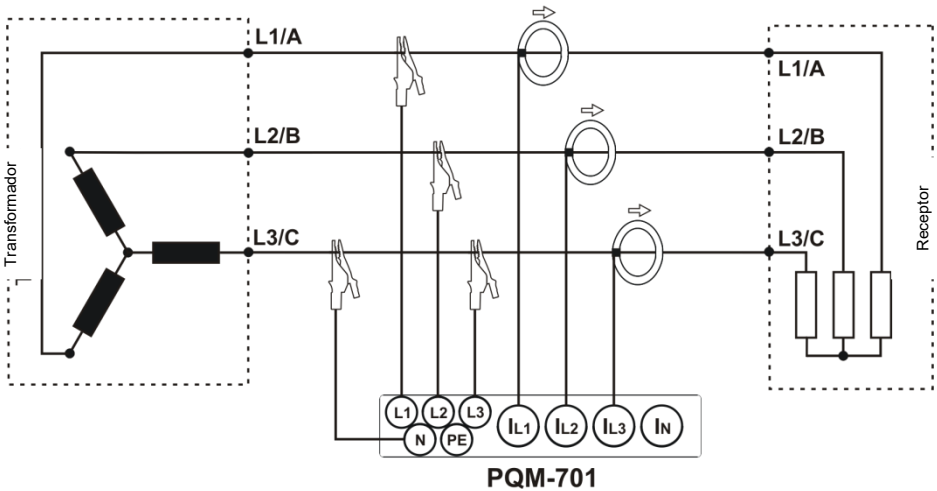
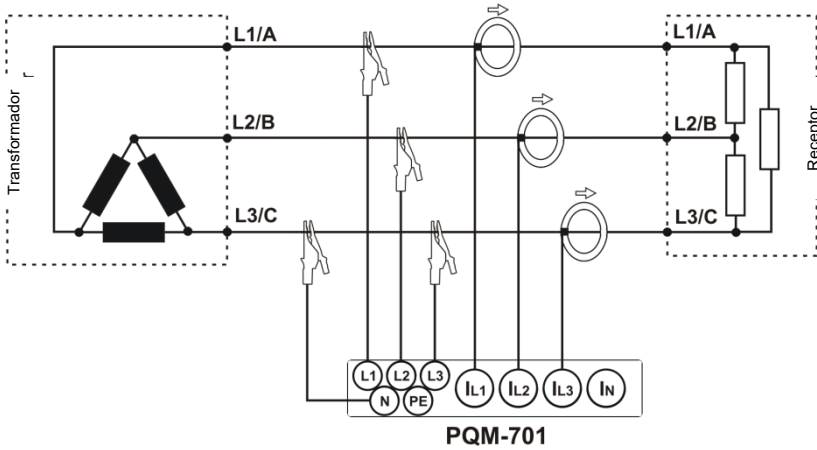
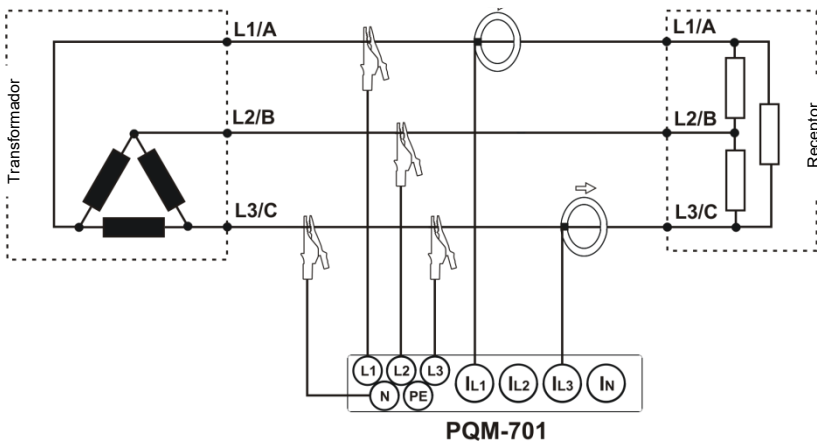
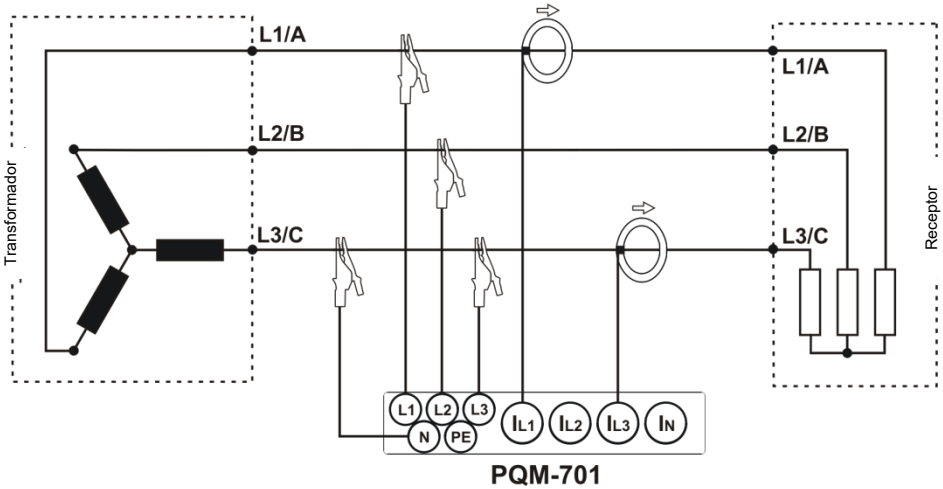

Fig. 7. Esquema de conexión – sistema trifásico tipo estrella sin neutro.
Fig. 8. Esquema de conexión – sistema trifásico tipo triángulo.
Fig. 9. Esquema de conexión – sistema trifásico tipo triángulo (medición de corrientes mediante el método de Arón).
Fig. 10. Esquema de conexión – sistema trifásico tipo estrella sin neutro (medición de corrientes mediante el método de Aron).
- trifásica tipo estrella sin conductor neutro (Fig. 7),
- trifásica tipo triángulo (Fig. 8).
Este método se puede utilizar en los sistemas tipo triángulo (Fig. 9) y estrella sin conductor neutro (Fig. 10).
*Dado que los canales de medición de tensión se refieren a la entrada N, en los sistemas, en los cuales el conductor neutro no existe, es necesario conectar la entrada N y L3 del analizador. Esto se presenta en la Fig. 7, Fig. 8, Fig. 9 y Fig. 10 (sistemas de tres conductores tipo estrella y triángulo).*